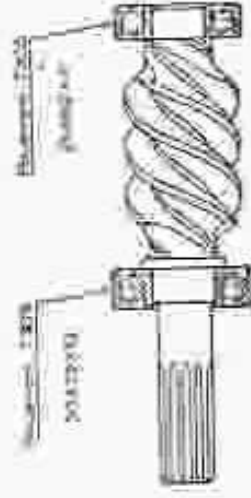

Fig. 20. — Orientation des roulements à contact oblique.
- Monter, à l'avant, le roulement de 2 à contact oblique, dans le sens convenable (fig. 20).